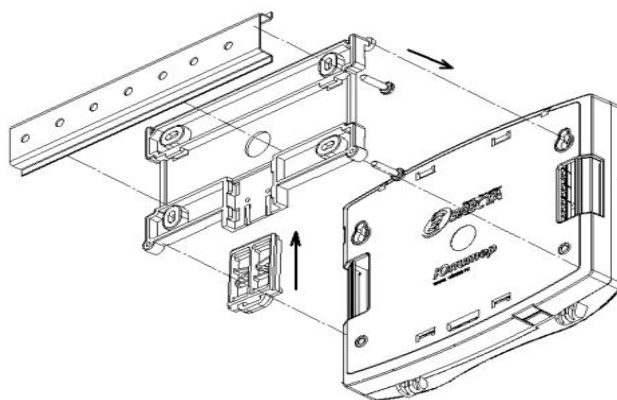

Рисунок 6. Вариант установки прибора через переходную планку на DIN-рейку(вид с задней крышки прибора)
- прибор крепится на переходную планку, которая устанавливается на DIN-рейку с помощью пластиковой защелки (рисунок 6).